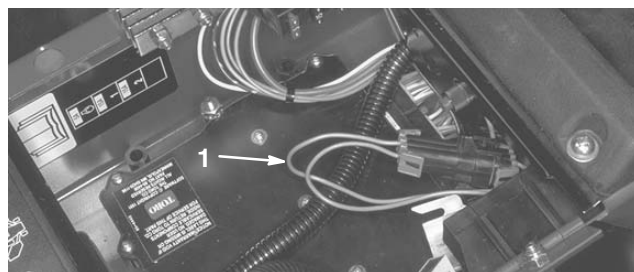

Bild 29
2. Öffnen Sie die Armaturenbrettabdeckung. Ermitteln Sie den Kabelbaum und die Stecker in der Nähe des Controller. Ziehen Sie den Rückführungsstecker vorsichtig aus der Kabelbaumbuchse (Bild 29).